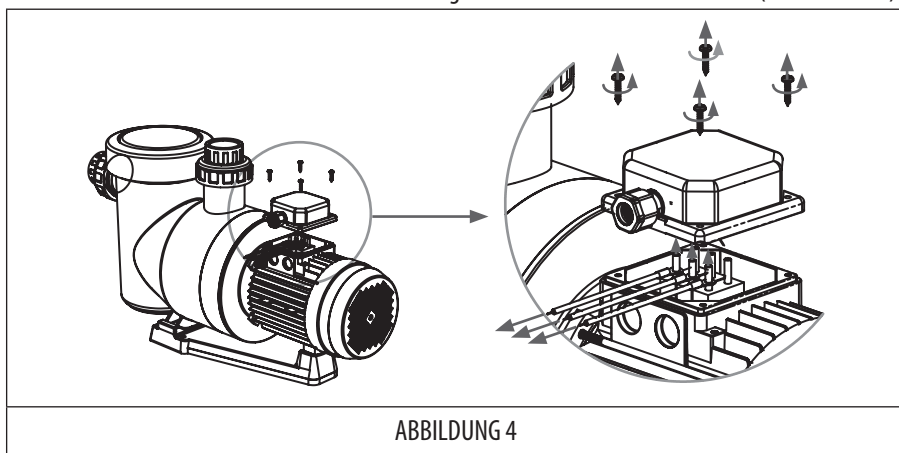

ABBILDUNG 4
1. Schrauben Sie die Schrauben ab, um den Anschlusskasten zu öffnen. (ABBILDUNG 4)
2. Trennen und entfernen Sie die werkseitigen Prüfkabel vom Klemmenblock. (ABBILDUNG 4)